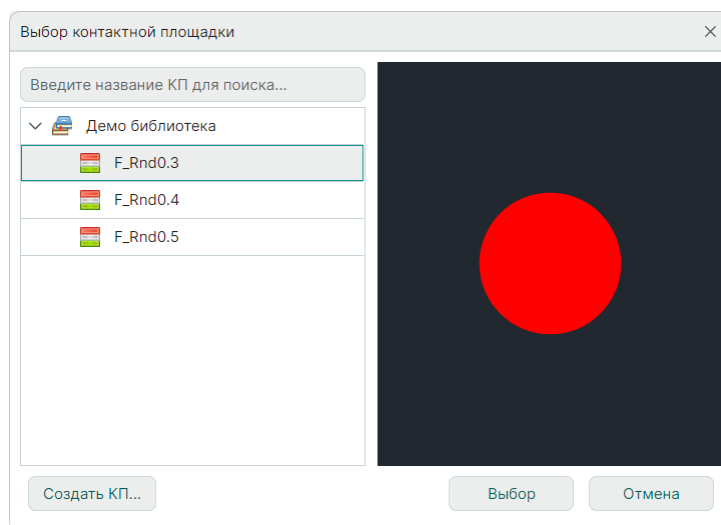

Рис. 192 Выбор типа реперной точки
2. Выберите тип реперной точки в окне «Выбор контактной площадки» и нажмите кнопку «Выбор», см. Рис. 192. В окне отображаются реперные точки, созданные во всех доступных библиотеках.